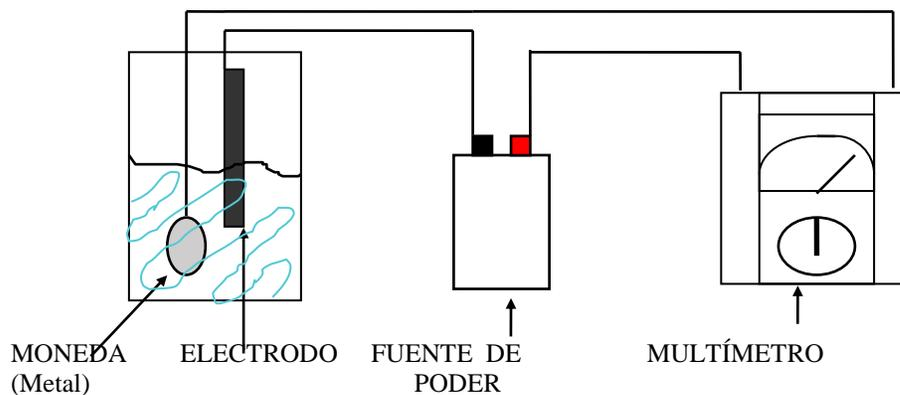

Fig. 8.3. Electrodeposición.
- V.- Conectar los cables a una fuente de poder y en serie a un multímetro (fig. 8.3).